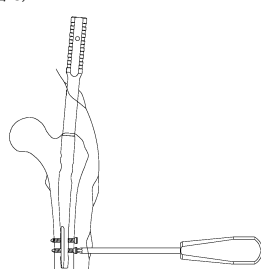

図 5
- 5) 六角 3.5 ドライバーにて、ディスタルスクリューを抜去します。 (図 5)
- 7) エクストラスクリューが固着して抜けない場合は、一旦 IPT ネイル抜去用アダプタ (L) を取り外し、ロッキングエクストラクター用ユニバーサル T レンチを用い、抜去用ラグスクリューT レンチを把持しながらネイル内部六角部を完全に緩めます (図 5)。グリップハンドルに装着した SS ロッキングエクストラクター用ドライバーをセットスクリューにねじ込み、グリップハンドルを引き上げてセットスクリューの固着を外した後、再度エクストラスクリューを六角 3.5 ドライバーにて抜去します。 (図 8)